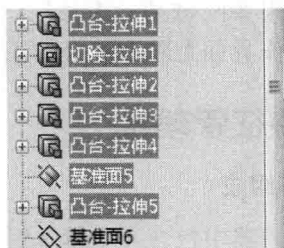

图 1-17 连续选择多个项目
(3) 按住 Shift 键可以连续选择多个项目, 如图 1-17 所示。